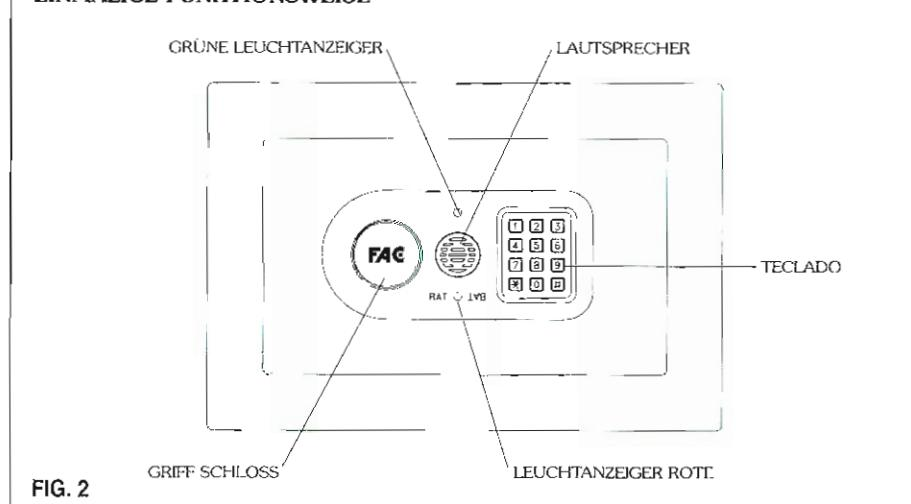

FIG. 2
Es handelt sich um eines Möbeltresor, der mittels eines elektronischen Schlosses und eines durch Griff betätigten Schlosses (siehe Abb. 2) geöffnet wird.
1. Die Einschalttaste « \* » betätigen. Es ertönt die Aufforderung zum Eintippen eines Schlüssels und die grüne Leuchtanzeige leuchtet fest auf (siehe Abb. 2).